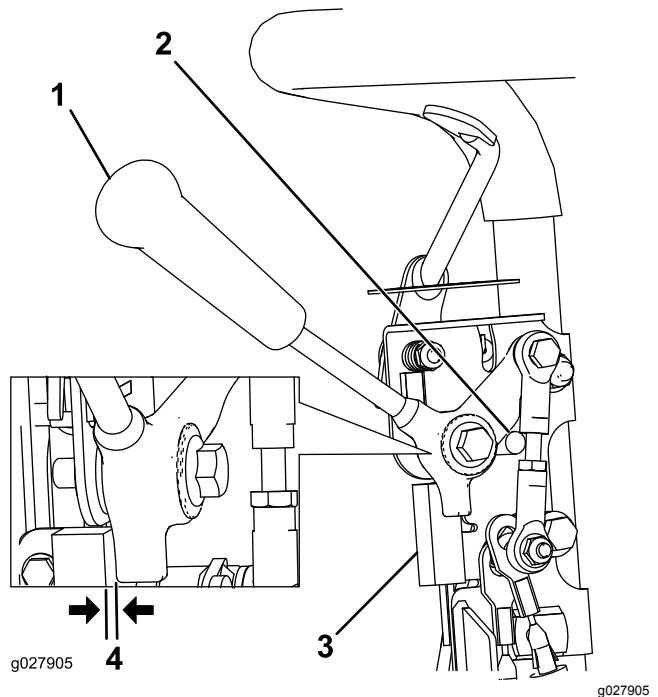

Рисунок 31
- Убедитесь, что двигатель выключен, а рычаг управления тягой выведен из зацепления и опирается на упор нейтрали (Рисунок 31).
- Ослабьте крепежные детали блокировочного выключателя (Рисунок 31).
- Установите регулировочную прокладку толщиной 0,8 мм между рычагом управления тягой и блокировочным выключателем (Рисунок 31).